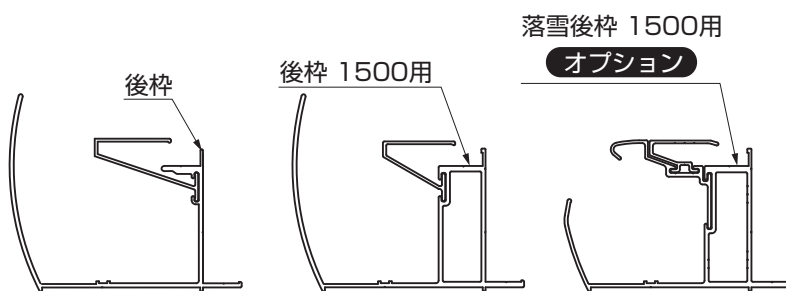

図4-2
- 後枠には標準タイプ、後枠1500用、落雪後枠1500用 **オプション** の3種類があります。(図4-2参照)